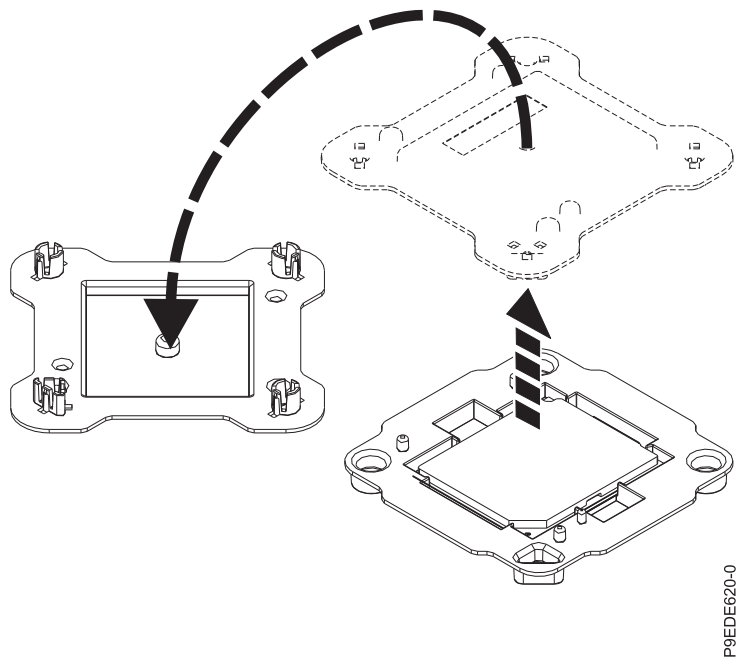

Figura 54. Abrindo a embalagem do módulo de processador do sistema
2. Abra a embalagem do novo módulo de processador do sistema e coloque a tampa invertida ao lado da bandeja, conforme mostrado em Figura 54 na página 56. A tampa é usada para o módulo de processador do sistema que você está substituindo.